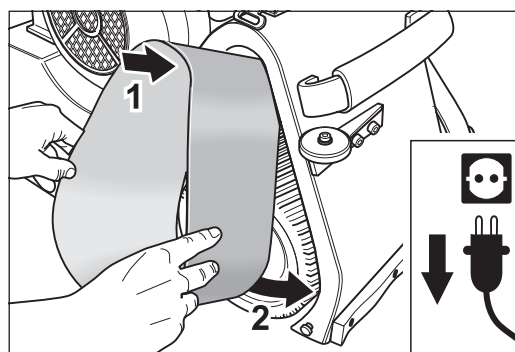
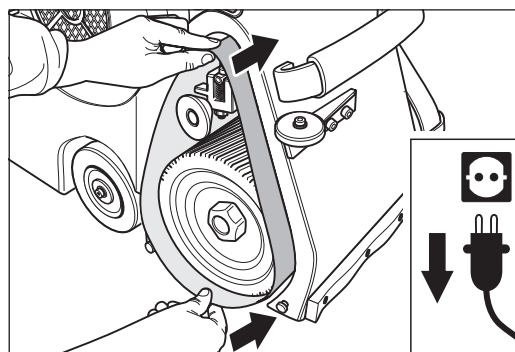

Abb. 37 Das Schleifband an der Spannwalze des Aggregats ansetzen.
Abb. 38 Das Schleifband über die Spannwalze und die Schleifwalze schieben.
- 6 Setzen Sie das neue Schleifband an der Spannwalze des Aggregats an (Abb. 37) und schieben Sie es über die Spannwalze und die Schleifwalze (Abb. 38).